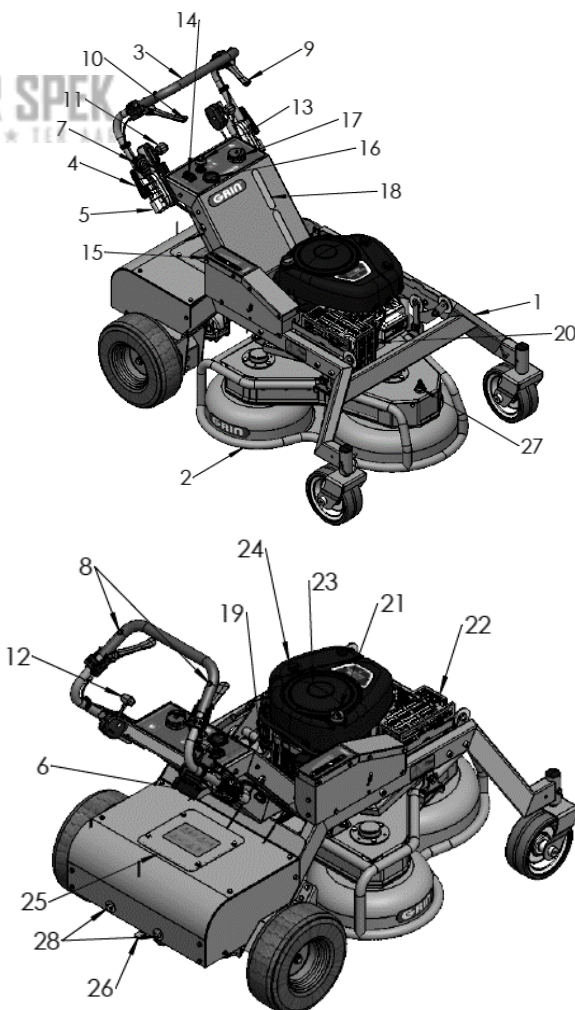

Abb. 7 - Komponenten der Maschine
Ihr Grin XM wird mit Öl im Motor ausgeliefert. Nach ca. 5 Betriebsstunden wird empfohlen, den Ölstand mit dem Ölmesstab (Abb.7_21) zu prüfen und ggf. nachzufüllen. Ölmenge und -typ sind dem Motorhandbuch zu entnehmen.
2. Den Tankdeckel abschrauben (Abb. 7_17), nachdem er und der Bereich um ihn von evtl. Verunreinigungen befreit wurden.
3. Füllen Sie mit Hilfe eines Trichters normales grünes Benzin ein. Sie können den Benzinstand mit Hilfe der Kraftstoffstandanzeiger an der Maschine überprüfen (Abb.7_18) Füllen Sie nicht über den sichtbaren Stand hinaus auf, lassen Sie Raum für die Kraftstoffausdehnung. Evtl. übergelaufenes oder verschüttetes Benzin sofort beseitigen und dem Benzin kein Öl zumischen.
6. Öffnen Sie den Benzinhahn zwischen Tank und Motor. (Abb.7_19). Es wird empfohlen, den Hahn während des Transports immer zu schließen, damit nicht zu viel Benzin in den Motor gelangt.
Hinweis: Stellen Sie bei kaltem Motor den Hebel zur Einstellung der Motordrehzahl (Bild 7_12) in die Choke-Stellung.
!!! ACHTUNG !!! Nach dem Anlassen des Motors ist der Drehzahlverstellhebel (Bild 7_12) sofort aus der Position Choke zu entfernen.
Ihr XM ist mit einer elektronischen, millimetergenauen Mähhöhenverstellung ausgestattet. Drücken Sie nach dem Einschalten des Geräts die Taste für die Höheneinstellung (Abb. 7_14), um das Schneidsystem anzuheben oder abzusenken. Sie können die eingestellte Höhe über die Höhenanzeige (Abb. 7_15) ablesen. Wenn Sie den Anzeiger in Richtung des grünen Bereichs bewegen, wird die Mähhöhe erhöht. Wenn Sie den Anzeiger in Richtung des roten Bereichs bewegen, wird die Mähhöhe verringert. Für einen optimalen Schnitt wird empfohlen, die Anzeige nicht in den roten Bereich zu bringen.
1. Lösen Sie nach dem Anlassen des Motors die Feststellbremse, indem Sie den Hebel (Abb. 7_6) nach rechts und dann nach oben bewegen.
2. Nachdem Sie überprüft haben, dass die Mähhöhe korrekt ist, starten Sie das Schneidsystem, indem Sie den gelben Pilz am Armaturenbrett anheben (Bild 7_13).
3. Bewegen Sie den Schalthebel (Abb. 7_11) nach vorne oder hinten. Bewegen Sie den Hebel behutsam, um die Geschwindigkeit allmählich zu verändern, insbesondere wenn Sie den Rückwärtsgang einlegen. Abrupte Geschwindigkeitsänderungen können dazu führen, dass der Bediener das Gleichgewicht verliert.
4. Um die Maschine zu lenken, drücken Sie den linken Hebel (Abb. 7_9), um nach links zu fahren und den rechten Hebel (Abb. 7_10), um nach rechts zu fahren. Je fester der Hebel gedrückt wird, desto enger wird die Kurve. Wenn der Hebel ganz gedrückt wird, dreht sich die Maschine um sich selbst.
1. Bringen Sie den Vorwärts/Rückwärts-Hebel (Bild 7_11) in die Neutralstellung (N)
2. Ziehen Sie die Feststellbremse an, indem Sie den Hebel nach unten bewegen (Abb. 7_6).
3. Schalten Sie das Schneidsystem aus, indem Sie auf den gelben Pilztaster am Armaturenbrett drücken (Abb. 7_13).
4. Lassen Sie die Sicherheitstasten (Abb. 7_8) los, um die Maschine auszuschalten.
1. Lösen Sie die Befestigungsschrauben des On-Board-Kits (Abb. 7_28), positionieren Sie die Platte und ziehen Sie die Schrauben wie in der Abbildung oben an. Ziehen Sie die Schrauben mit einem Drehmoment von 50 Nm an.
- III. Öffnen Sie das Batteriefach, indem Sie die vier Schrauben lösen, mit denen die Klappe befestigt ist (Abb.7_25). Klemmen Sie die Batterie ab und schließen Sie sie an ein Ladeerhaltungsgerät an.